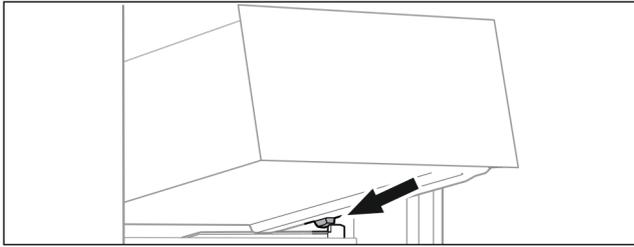

Fig. 28
- ▶ Schubfach schräg hinter den Stopperrahmen auf Behälterrippe aufsetzen. (siehe Fig. 28)